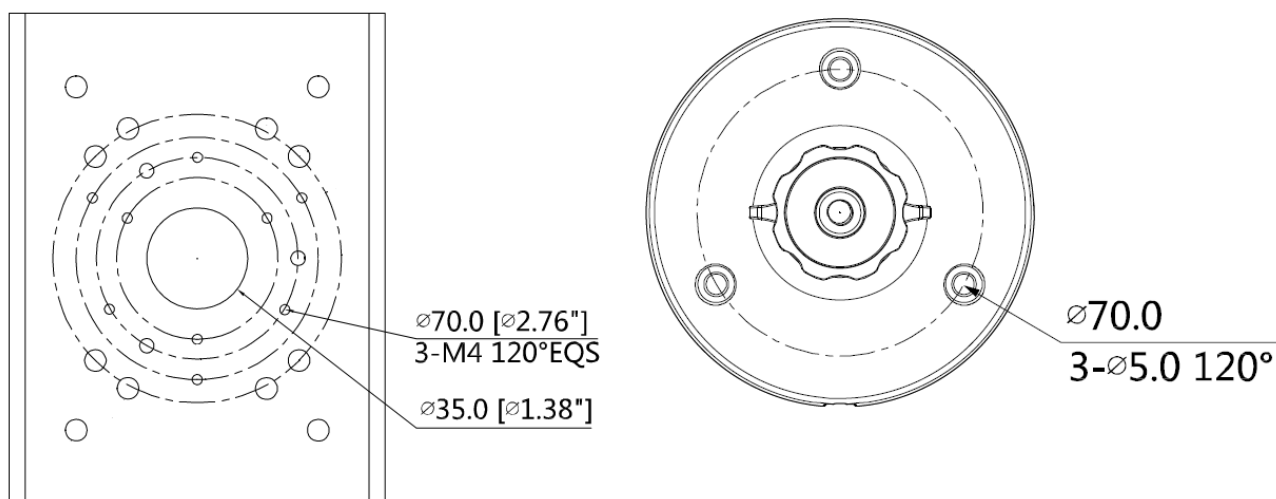

Рисунок 4.3 – Определение точек крепления кронштейна на установочной поверхности
1. Совместите монтажное основание кронштейна BR-101 с установочной поверхностью кронштейна BR-103 (Рисунок 4.3). Используя крепёжные элементы из комплекта поставки кронштейна BR-101, закрепите его на установочную поверхность.